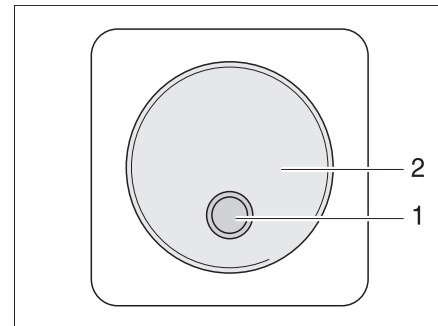

Bild 183 Externer Schalter
- II "Remo." = Gerät kann am externen Schalter (Bild 183,1) ein- und ausgeschaltet werden.
Der externe Schalter für den Wechselrichter (Bild 183) befindet sich im Innenraum des Fahrzeugs, beispielsweise im Eingangsbereich. Der Schalter ist mit der Beschriftung "Wechselrichter" gekennzeichnet. Die LED (Bild 183,1) zeigt den Betriebszustand des Wechselrichters an.